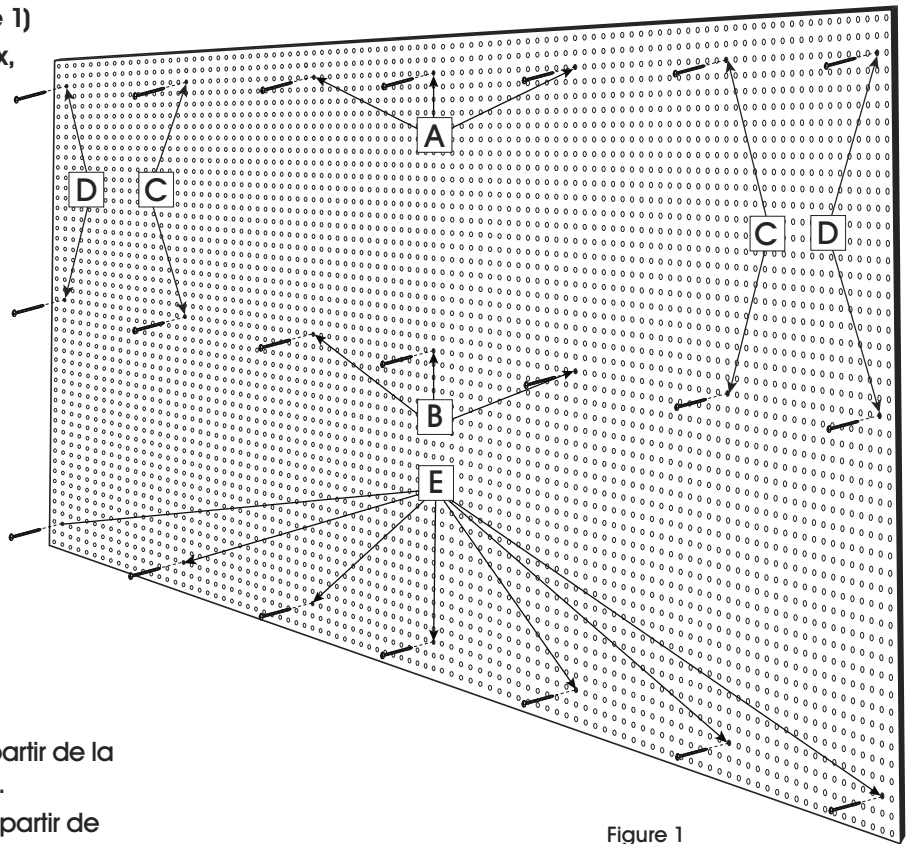

Figure 1
1. Alors qu'une autre personne tient le panneau perforé en place, marquez tous les trous sur le mur aux endroits où les vis seront insérées pour fixer le panneau au mur. (Voir Figure 1)
4. En vous rapportant à la Figure 1 ci-dessous, collez les entretoises à l'arrière de tous les trous du panneau perforé où les vis seront insérées. Assurez-vous de coller les entretoises sur les trous du panneau perforé ayant été marqués sur le mur à l'étape 1. Autrement, les entretoises et les trous au mur ne seront pas alignés correctement. (Voir Figure 1)
## FIXATION DU PANNEAU PERFORÉ (Voir Figure 1)